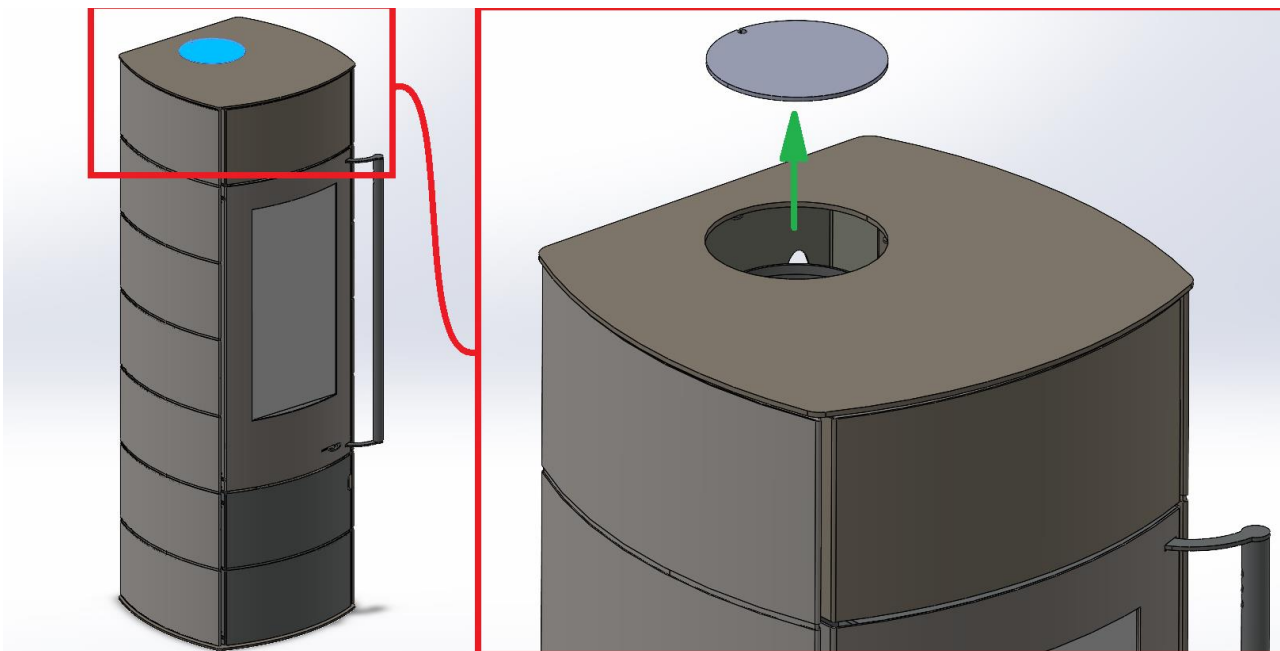

Figura 1 Îndepărtarea capacului racordului conductei de evacuare a gazelor arse
2. Figura 1 Îndepărtarea capacului racordului conductei de evacuare a gazelor arse	Pagină 5